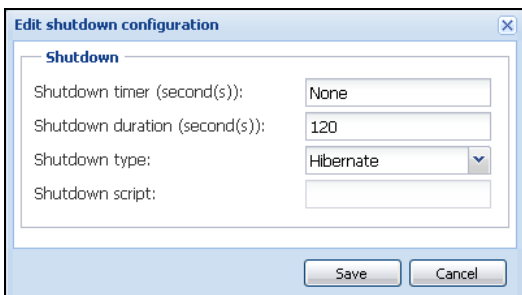

Abbildung 87. Dialogfeld „Edit Shutdown Configuration“ (Konfiguration zum Herunterfahren bearbeiten)
- Abbildung 87 veranschaulicht die Dell MUMC-Standardkonfiguration, die über **Settings > Shutdown > Edit Shutdown Configuration** (Einstellungen > Herunterfahren > Konfiguration zum Herunterfahren bearbeiten) abgerufen werden kann.